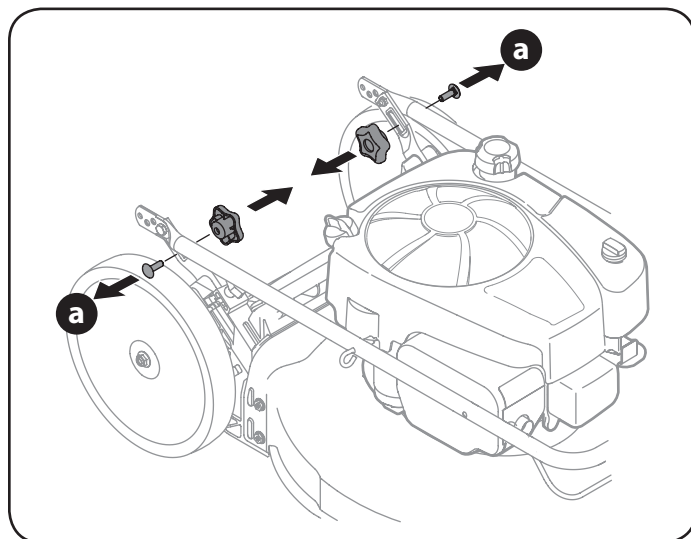

Figura 1
- a. Quite los tornillos y tuercas de mariposa transporte desde el mango como se muestra en la Figura 1. No afloje o quitar adyacentes tornillos de cabeza hexagonal.